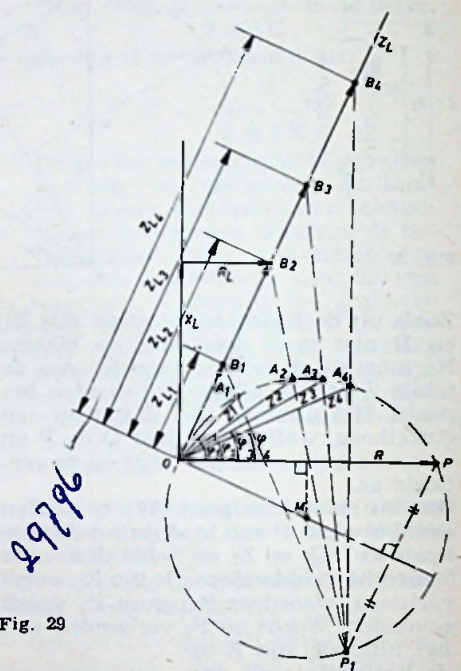

Fig. 29
C. Variabele Z_L parallel aan vaste weerstand R (fig. 29).